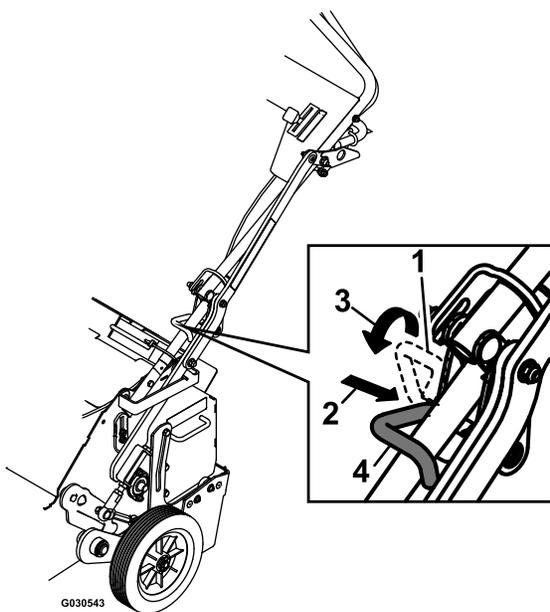

Figura 15
4. Intente bloquear el pasador de cierre de transporte del brazo inferior (ver Figura 15).